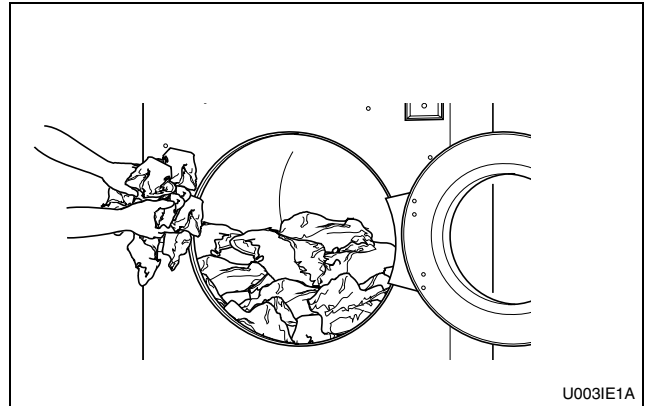

Figura 26
3. Cargue según la capacidad siempre que sea posible. NO LA SOBRECARGUE. Consulte la *Figura 26*.